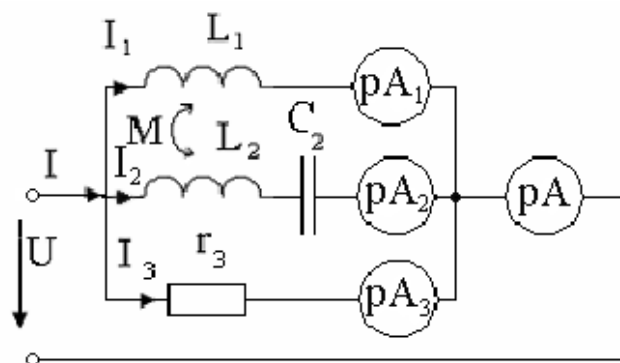

Рис. 86
65. Определить показания амперметров в цепи (рис. 86), если $L_1=30$ мГ, $L_2=10$ мГ, $M=10$ мГ, $r_3=500$ Ом, $U=500$ В, угловая частота $\omega=10^4$ с⁻¹ и емкость C_2 такова, что имеет место резонанс. При решении задачи рассмотреть два случая: согласное и встречное включение катушек. Определить резонансную емкость для обоих случаев, построить векторные диаграммы.